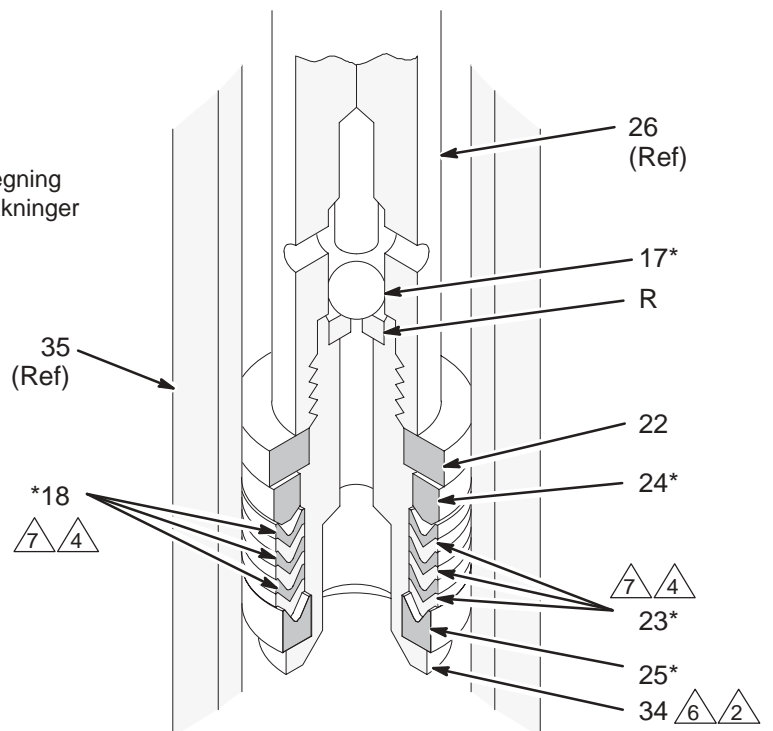

Fig. 5
Når pumpen demonteres, er det lurt å legge alle deler som tas av i rekkefølge. Da blir den lettere å sette sammen igjen. Se Fig. 5.
2. Skru inntaksventilhuset (33) av utløpshuset (35). Hvis det sitter fast, sprøyt penetrerende olje rundt gjengene og bank *forsiktig* rundt ventilhuset med en plasthammer for å løsne det. Se Fig. 5.
3. Fjern kulestopp-pinnen (29), o-ringfestet (31), o-ring (30), føring (32) og kule (28) fra inntaksventilhuset (33).
4. Løsne pakkmutteren (36). Press stempelstangen (26) så langt ned som mulig, og trekk den forsiktig ut av bunnen av utløpshuset (35).
5. Sett flatene på stempelstangen (26) i en skruestikke. Skru stempelbolten (34) ut av stangen. Fjern kulen (17), holderen (22), pakningene (18, 23), og glandene (24, 25).
6. Fjern pakkmutteren (36), pakkbokspakningene (18, 23), glandene (24, 25) fra utløpshuset (35).
7. Undersøk alle deler for å se etter skader. Rengjør alle deler og gjenger med et kjemisk forenlig løsningsmiddel før pumpen settes sammen igjen. Undersøk de polerte flatene på stempelstangen (26) og foringen (20) for å se etter riper eller andre skader, som kan forårsake unødvendig slitasje på pakninger og lekkasje. Foreta denne undersøkelsen ved å la fingeren gli over overflaten, eller hold delen skrått opp mot lyset. Forsikre deg om at kulesetene på stemplet (R) og inntaksventilhuset (S) ikke har sprekker eller riper. Skift ut alle slitte eller skadde deler.
1. Smør halspakningene og installer dem i utløpshuset (35) en om gangen som følger, *ned leppene på v-pakningne vendt ned*: hanningland (24\*), en v-pakning i lær (18\*), en PTFE (23\*), en lær (18\*), en PTFE (23\*), og hanningland (25\*). Installer pakkmutteren (36) løst. Se Halspakningsdetalj i Fig. 5.
2. Hvis du tok ut foringen (20), sett den tilbake i utløpshuset (35). Husk å skifte ut pakningen (19\*). *Pass på at foringens skrå ende er vendt ned mot pumpeinntaket.*
3. Smør stempelpakningene og installer dem på stempelbolten (34) en om gangen i følgende rekkefølge, *med leppene på v-pakningene vendt opp*: hanningland (25\*), en PTFE v-pakning (23\*), en lær v-pakning (18\*), en PTFE (23\*), en lær (18\*), en PTFE (23\*), en lær (18\*), hanningland (24\*), og pakningsholderen (22). Se Stempelpakningsdetalj i Fig. 5.
4. Ha på gjengelim på stempelbolten (34). Sett stempelkulen (17\*) på stempelet og skru stempelventil-enheten inn i stempelstangen (26). Trekk til med et moment på 74–88 N.m.
5. Stikk stempelstangen (26) forsiktig inn i bunnen av utløpshuset (35) Pass på at det ikke blir riper i foringen (20). Press stangen rett opp helt til den stikker ut gjennom pakkmutteren (36).
6. Sett kulen (28\*), føringen (32), o-ringen (30\*), holderen (31) og kulestopp-pinnen (29) i inntaksventilhuset (33). Smør gjengene og skru inntaksventilhuset i utløpshuset (35). Trekk til med et moment på 74 til 88 N.m.